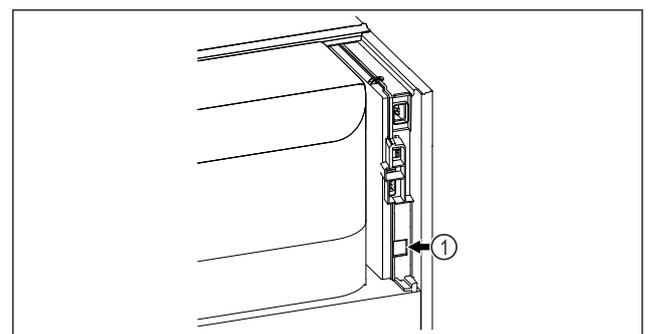

Fig. 89
- ☐ SmartModule Fig. 89 (1) ist eingesetzt.